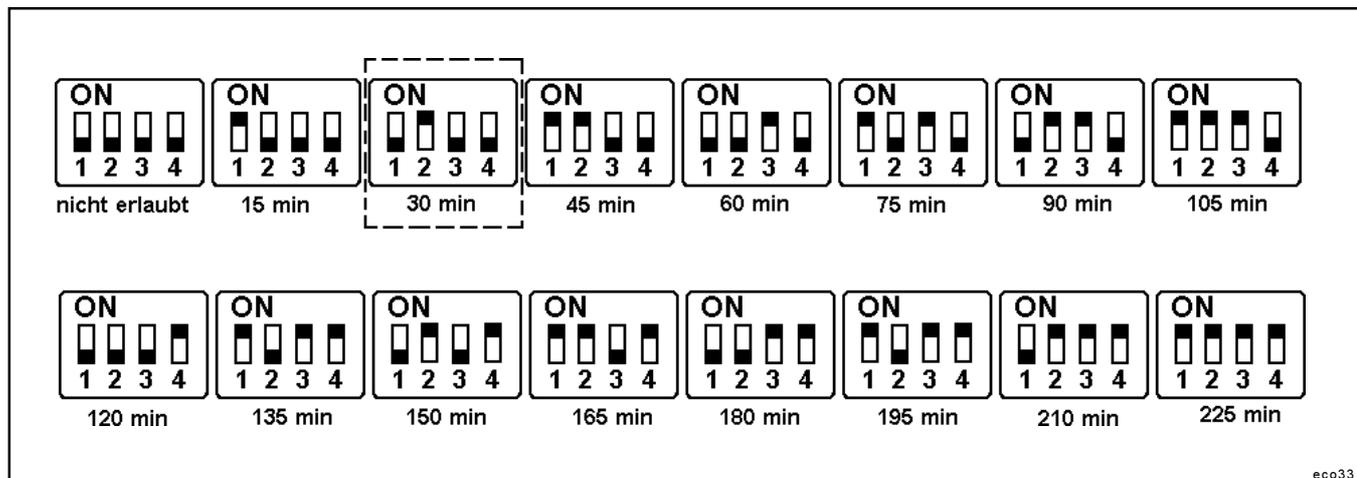

Abb. 19 - Einstellmöglichkeiten für die Pausenzeit (rechter DIP - Schalter)
- Die Elektronik speichert die einzelnen Fahrzeiten ( $t_B$ , Abb.19) und addiert sie solange, bis die eingestellte Pausenzeit erreicht ist.
- Die schwarzen Quadrate (Abb.19, 20) zeigen die Stellung der einzelnen Schalter bei der jeweiligen Pausenzeit bzw. Arbeitszeit an.